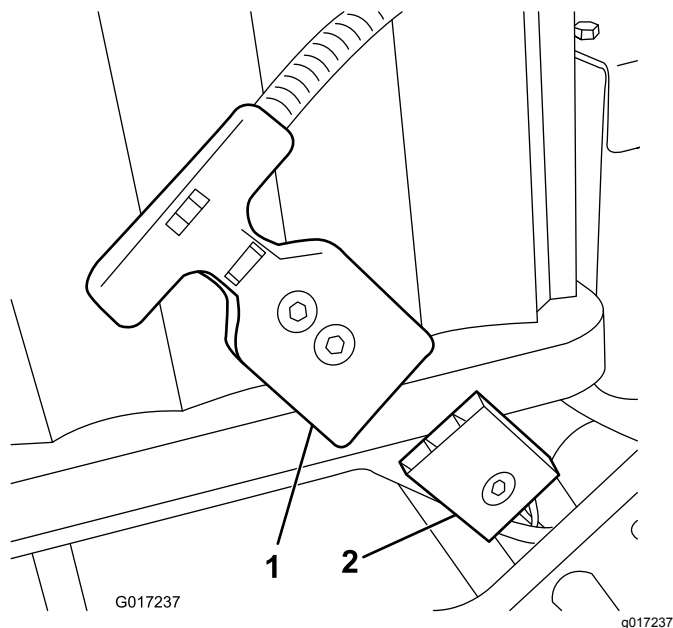

Figure 16
faisceau au bloc batterie avant d'installer le bloc batterie. Retirez le connecteur d'alimentation principal (Figure 16) du socle de la batterie. Installez le connecteur sur la batterie comme décrit. Installez la batterie sur le socle en faisant passer le faisceau de câblage à travers le trou approprié, puis fixez le connecteur d'alimentation principal au socle de la batterie à l'aide des fixations retirées précédemment.
16. Branchez le connecteur à poignée en T du faisceau de câblage principal au connecteur d'alimentation principal sur le socle de la batterie (Figure 16).